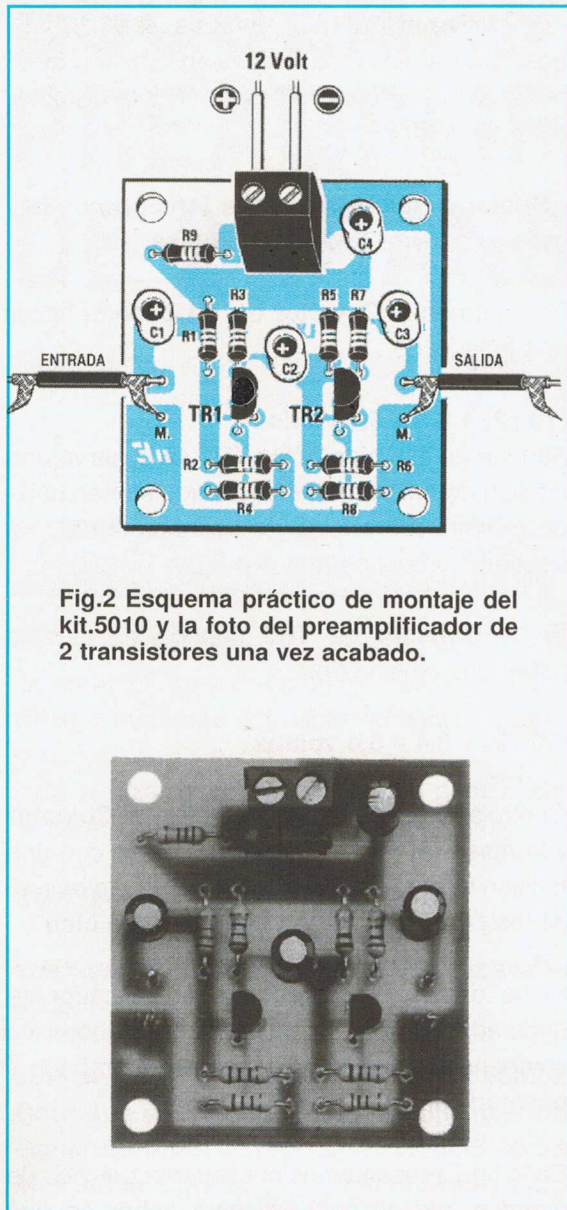

Fig.2 Esquema práctico de montaje del kit.5010 y la foto del preamplificador de 2 transistores una vez acabado.
Los pocos componentes requeridos irán colocados sobre el circuito impreso **LX.1311** como se ilustra en el esquema práctico de la fig.2.
Completada esta operación, se insertan las pocas resistencias, después el diodo **DS1** orientando el lado rodeado por una **franja blanca** como se muestra en la fig.2, después los dos trimmer **R4-R5**, los dos condensadores de políéster **C1-C3** y por último el condensador electrolítico **C2** respetando la polaridad +/- de sus dos terminales.
**LX.1311:** Todos los componentes visibles en la fig.2 útiles para la realización de este kit, incluidos una toma de encendedor y un pequeño mueble de plástico para perforar (ver fig.5) ..... **2.670 ptas.**
Fig.2 Esquema práctico de montaje. Todos los terminales más cortos (K) de los diodos led van vueltos hacia IC1. No hay que olvidarse de instalar el puente de hilo de cobre entre el integrado IC1 y la resistencia R1.
En la fig.2 presentamos el esquema práctico de montaje que os será útil para saber en qué posición colocar todos los componentes necesarios.
Cuando insertéis en el circuito impreso los transistores **TR1** y **TR2**, debéis girar la parte **plana** hacia la izquierda como se muestra en la fig.2 y cuando montéis los **condensadores electrolíticos** debéis insertar el terminal **positivo** en el agujero del circuito marcado con el símbolo +.